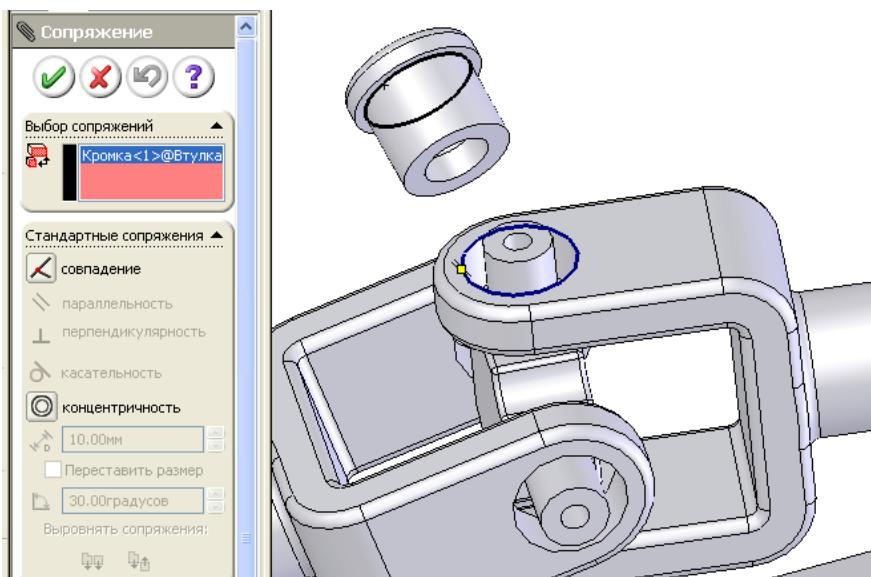

Рис. 8. Сопряжение деталей с использованием совпадений кромок
4. Вставить в сборку следующий компонент – деталь «Втулка» (4 шт.) и создать требуемые сопряжения, выбирая кромки на детали «Втулка» и на детали «Вилка» как показано на рис. 8.